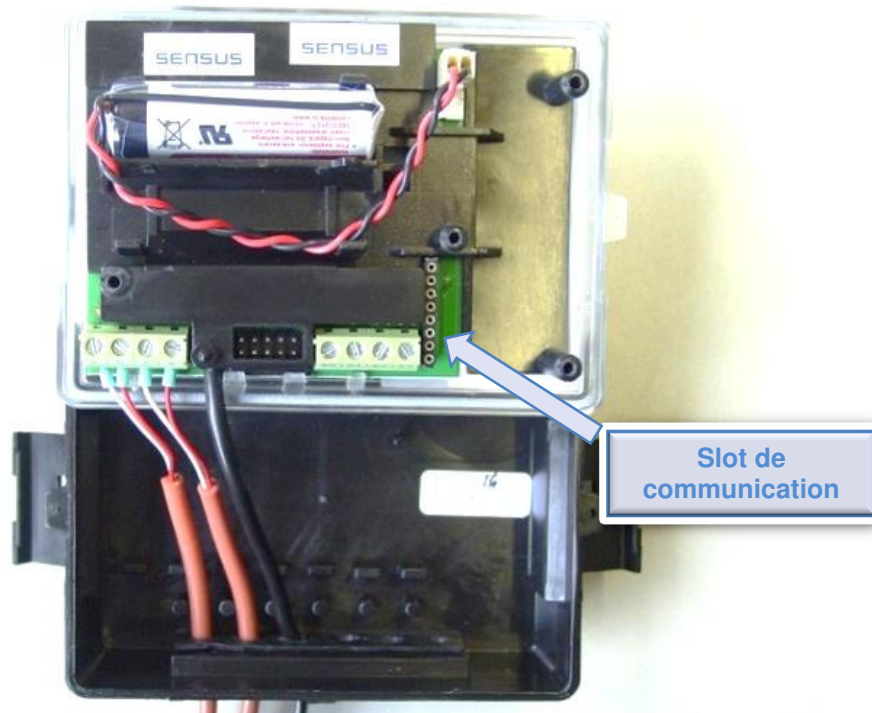

Figure 1 : Slot de communication
- Installer la carte LonWorks dans le slot de communication (voir figure 1) prévu à cet effet. La connexion avec le calculateur est réalisée à l'aide d'un connecteur 8 broches